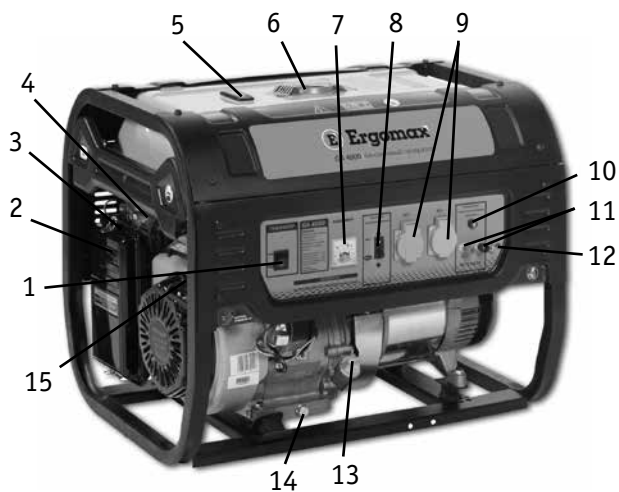

Рис. 1.1
Внешний вид генераторов и расположение элементов управления представлено на **рис. 1.1** и **1.2**.
1. Открутите крышку маслозаправочной горловины (13) (**рис. 1.1**) и вытрите щуп крышки чистой тряпкой (**рис. 2.1**).
Проверьте уровень топлива по шкале уровня топлива (5) (**рис. 1.1**), если уровень топлива низкий, то:
1. Открутите крышку топливного бака (6) (**рис. 1.1**).
ВНИМАНИЕ! Перед пуском двигателя убедитесь, что ни один электроприбор не подключен к генератору, а выключатель выходного напряжения (8) находится в положении «ВЫКЛ» (рис. 1.1).
3. Переведите выключатель двигателя (1) (рис. 1.1) в положение «ВКЛ».
4. Потяните на себя рукоятку стартера (15) (рис. 1.1), пока не почувствуете натяжение шнура стартера, затем резко дерните рукоятку на себя. Аккуратно верните на прежнюю позицию рукоятку стартера. Повторите несколько раз, пока двигатель не заведется.
1. Подсоедините кабель зарядки к соединителям постоянного тока (11), а затем к клеммам батареи (**рис. 1.1**).